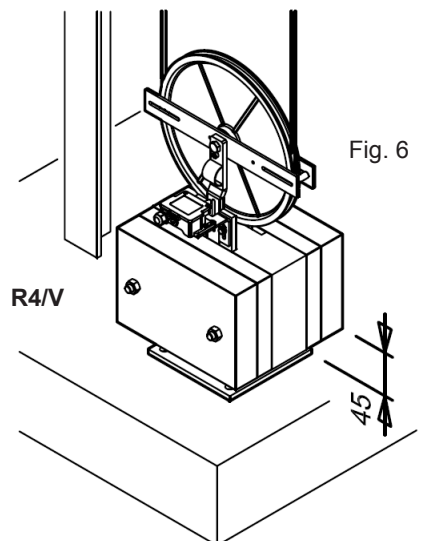

Fig. 6
- Fissare la piastra di guida del contrappeso in modo tale da ottenere un allineamento perfetto tra la puleggia del limitatore e la puleggia del tenditore (Fig. 6).
- Supportare il contrappeso fino al raggiungimento di un'altezza di ca. 45 mm dal fondo del pozzo (valore approssimativo) (Fig. 6).